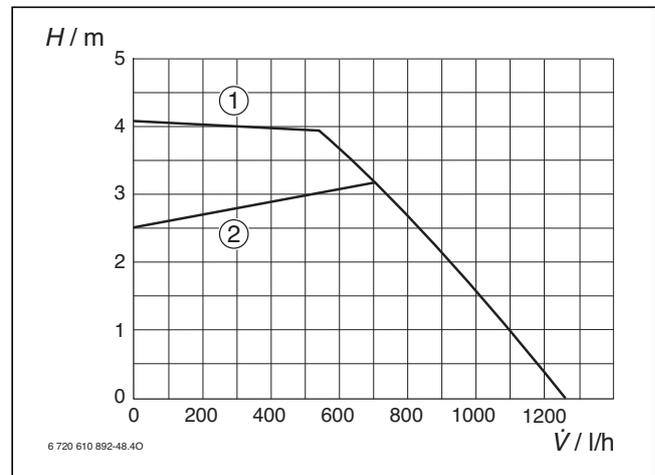

Bild 42 Konstantdruck bei Z.N-Geräten
**Legende zu Bild 42 bis 45:**